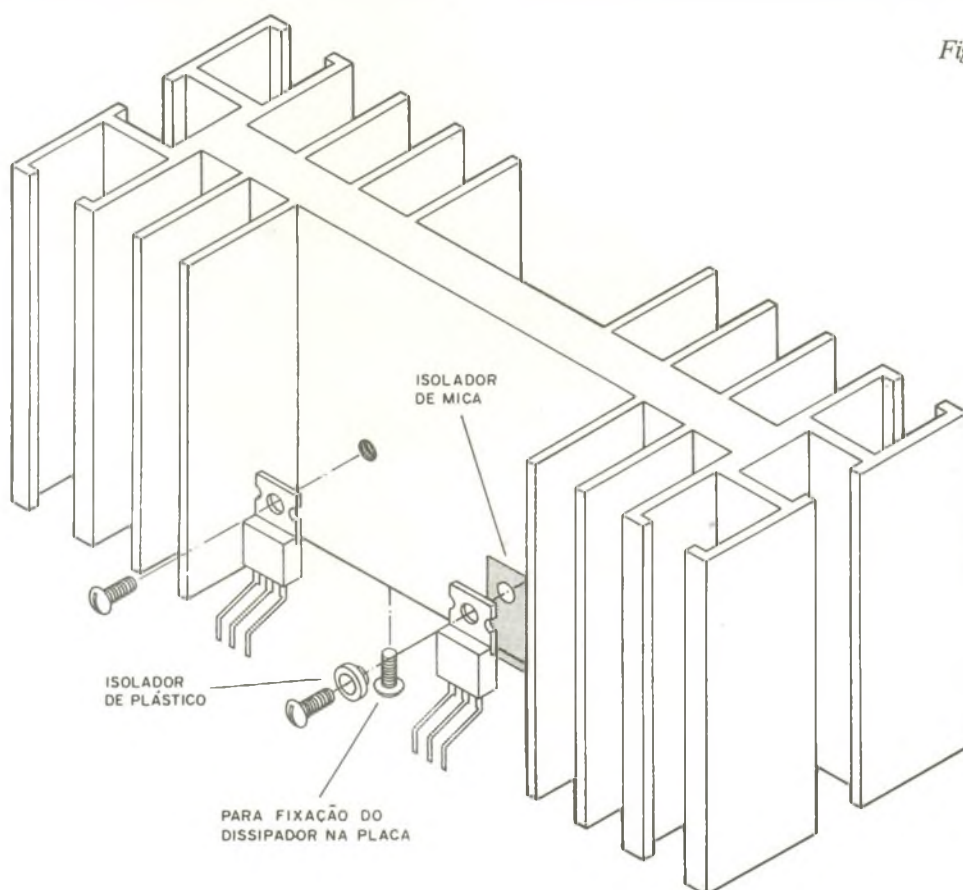

Figura 5
a) Para Q5 usamos o TIP120 nas versões de 15, 20 e 25 watts por canal; e o TIP122 para as versões de 35, 50 e 60 watts por canal. Para Q6 são usados os TIP125 para as versões de 15 a 25 watts e os TIP127 para as versões de maior potência. Veja que estes transistores devem ser montados em um bom dissipador de calor e que Q5 deve ser bem isolado eletricamente do mesmo. Na figura 5 mostramos pormenores da montagem do dissipador de calor.